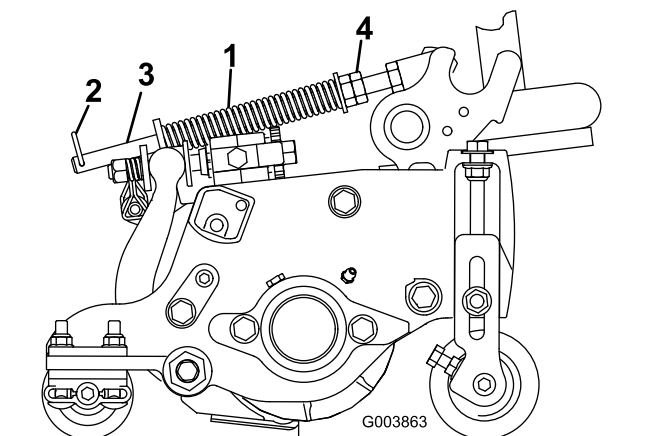

Figura 15
La molla di compensazione del manto erboso (Figura 15) trasferisce inoltre il peso dal rullo anteriore a quello posteriore, per contribuire a ridurre l'ondulazione del manto erboso, detta anche fluttuazione o bobbing.
1. Verificate che la coppiglia sia montata nel foro posteriore dell'asta della molla (Figura 15).
2. Serrate i dadi esagonali sulla parte anteriore dell'asta della molla fino a ridurre la lunghezza compressa della molla a 12,7 cm sugli elementi di taglio da 12,7 cm del Reelmaster 5410, oppure a 15,9 cm sugli elementi da 17,8 cm del Reelmaster 5510; fate riferimento alla Figura 15.